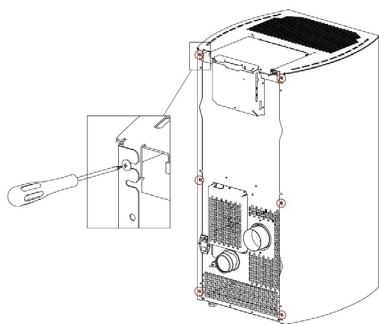

Fig. 51 - Schrauben lösen
- Die 6 hinteren Schrauben heraus-schrauben (siehe **Fig. 51 a pag. 26**).